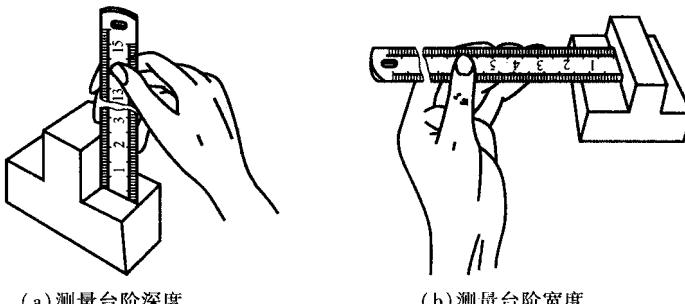

图 2-4 钢直尺测量台阶深度和宽度
(1) 测量台阶深度(图 2-4(a))。测量时,将钢直尺竖放在台阶上,目光平视,读出钢直尺的示数,即为台阶的深度。
(2) 测量台阶的宽度(图 2-4(b))。测量时,将钢直尺水平放置,使钢直尺端面紧贴台阶侧面,目光平视读出钢直尺示数,即为台阶的宽度。